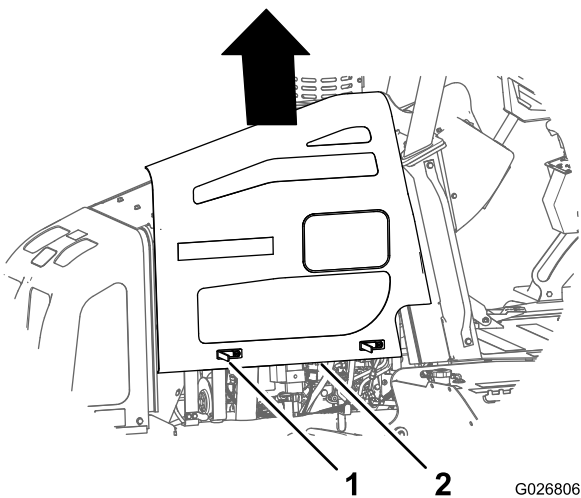

Bild 66
4. Heben Sie die Platte an und nehmen sie von der Maschine ab (Bild 66).